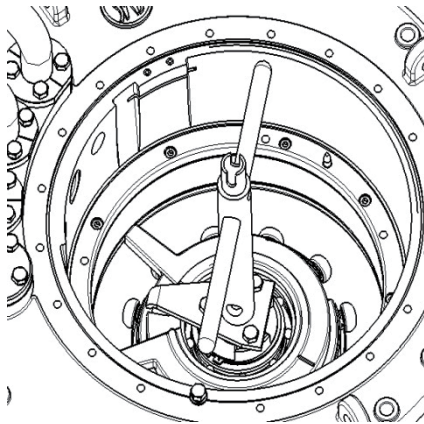
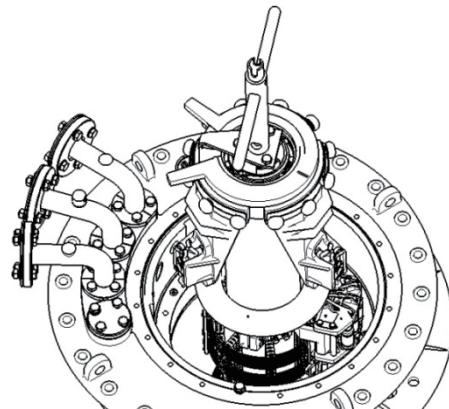

图 14 安装吊芯工具
图 15 将开关主轴吊出
2. 用开关吊芯工具（见附录 4）将开关主轴从开关油室中吊出图 14 图 15。